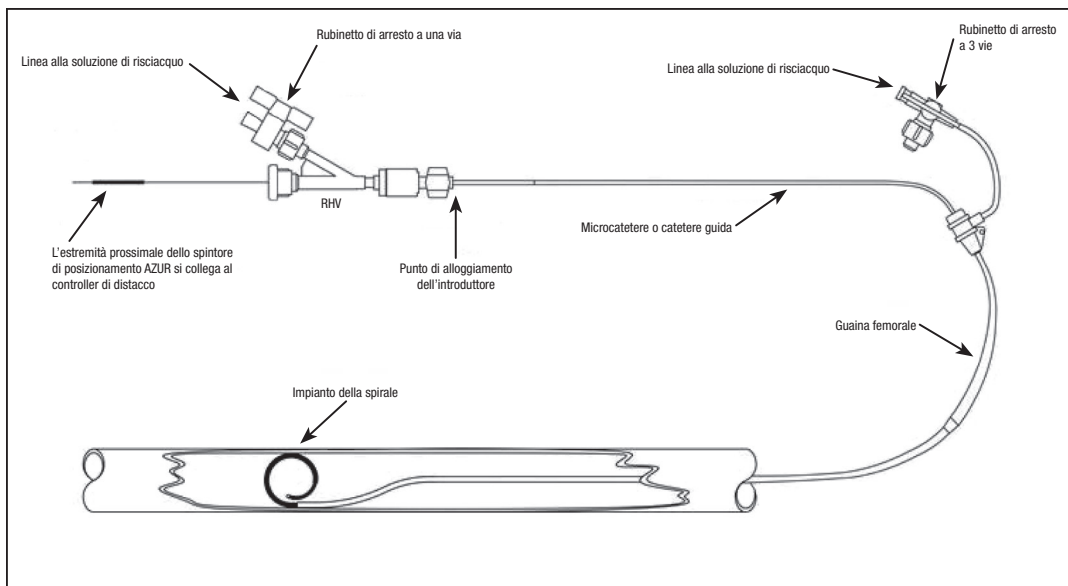

Figura 1 – Diagramma dell'impostazione del sistema AZUR
- **NON** utilizzare insieme a dispositivi a radiofrequenza (RF).
1. Fare riferimento alla Figura 1 per il diagramma di impostazione.